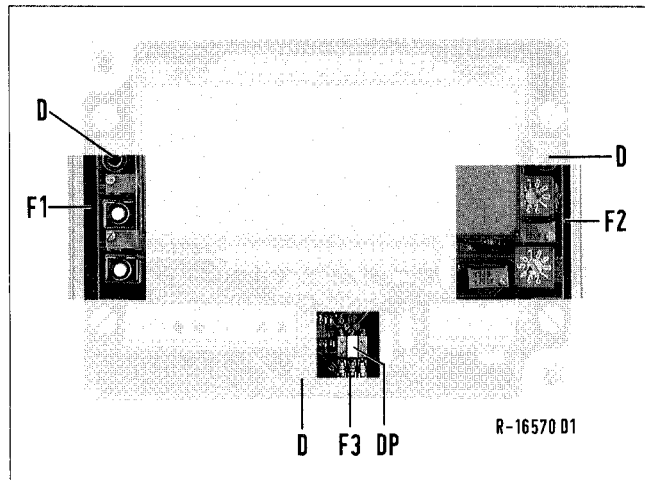

Figura 3 Tarjeta de indicación (D = tornillo distanciador)
(véase figura 3 y tabla 1)
2.1.3 Ajuste de la coma (véase figura 3 y tabla 1)
2.2.1 Ajuste de los valores límite (véase figura 3 y tabla 1)
La histéresis se puede ajustar por separado para cada valor límite. Los puentes para la variación de la histéresis se encuentran en la tarjeta de entrada. Se accede a esta tarjeta después de soltar los 3 tornillos distanciadores (D) y de retirar la placa de circuito impreso para las indicaciones (véase figura 3).